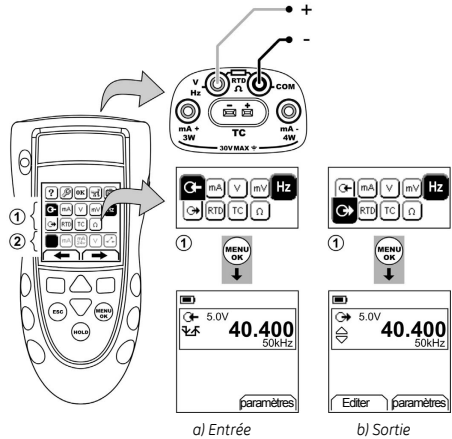

Figure 6 : Exemple de configuration - mesure/alimentation en Hz ou en impulsions
- 1. Raccordez l'instrument (Figure 6) et, si nécessaire, réglez le menu *Config.* (Tableau 1).